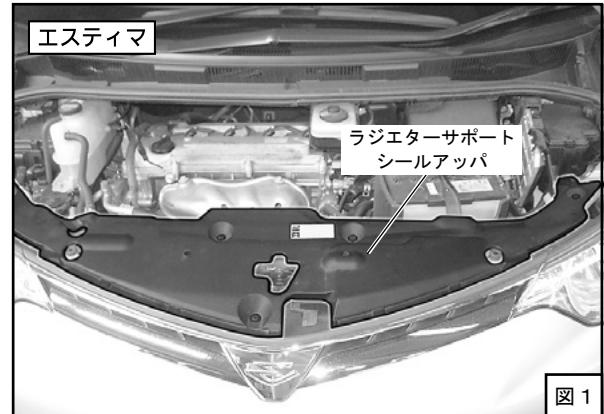

図1
- (1) バッテリのマイナス端子（-）からケーブルターミナルを取り外してください。
- (2) **エスティマ** クリップ5ヶを外し、ラジエターサポートシールアッパを取り外してください。（図1）
(10) **[エスティマ]** ラジエターサポートシールアップを元のように取付けてください。 (図 1)
(11) バッテリのマイナス端子(-)にケーブルターミナルを取付けてください。